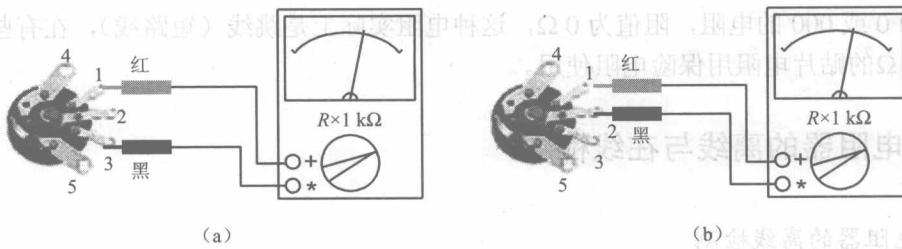

图 1.10 电位器标称阻值测量
① 电位器的标称阻值的测量。用万用表的欧姆挡测 1、3 两端，其读数应为电位器的标称值，如图 1.10 (a) 所示。如万用表的指针不动或阻值相差很多，则表明该电位器已损坏或质量不合格。
② 检查电位器的活动臂与电阻片的接触是否良好。用万用表的欧姆挡测 1、2（或 2、3）两端，如图 1.10 (b) 所示。将电位器的转轴按逆时针方向旋至接近“关”的位置（注意：这时电阻值越小越好，否则音量将会“关不死”。即电位器旋至音量最小处，但仍有声音输出）再徐徐旋转轴柄，电阻应逐渐增大，表头中的指针应平稳移动，旋至极端位置 3 时阻值应接近电位器的标称值。如表头中的指针在电位器的轴柄转动过程中有跳动现象，说明可变触点接触不良。如果将这种电位器用于收音机的音量控制，会出现噪声。机器受震动时，也会出现“喀喀”声。
③ 测试开关好坏。如果电位器带有开关，检查时用万用表低阻挡测 4、5 两端，旋转电位器轴柄，使开关一“开”一“关”，观察电表是否“通”或“断”。要“开”、“关”多次，注意是否每次反应都正确。